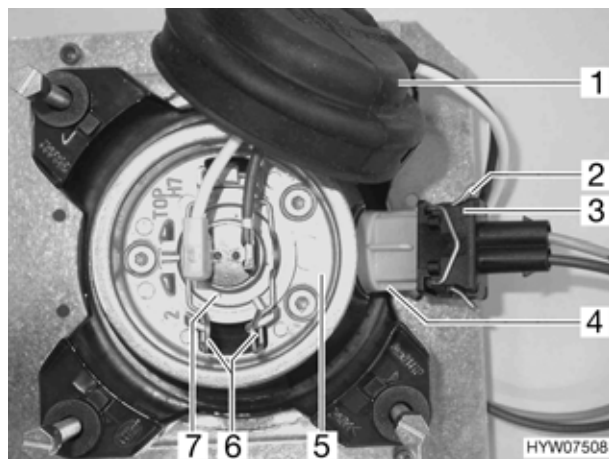

Fig. 184 Abbagliante/luce di posizione
- Togliere il copripolvere di gomma (Fig. 184,1) dall'involucro (Fig. 184,5).
- Stringere le staffe di metallo (Fig. 184,6) ed estrarli dal supporto.
- Estrarre dall'involucro la lampada ad incandescenza (Fig. 184,7) con il cavo.
- Stringere la graffa di metallo (Fig. 184,2) alla spina del cavo (Fig. 184,3) e estrarre la spina.
- Girare in parte l'involucro (Fig. 184,4) in senso antiorario.